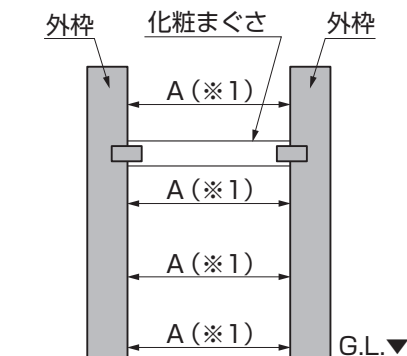
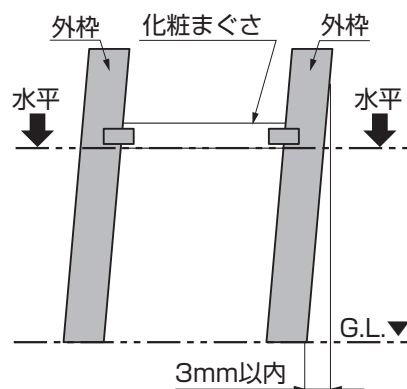

図4-3 外枠内々寸法の測定
図4-4 外枠の倒れと化粧まぐさの水平の測定
- ①外枠の位置出し金具を、化粧まぐさの溝(※2)に差込んで、位置出し金具の下穴(※3)に【25-10】で固定してください。
- ②外枠の垂直を出し、外枠内々寸法Aを確認した上で、シャッター取付用縦部材に【25-11】で固定してください。(図4-2、図4-3参照)
- シャッターの外枠内々寸法(3mm以内の誤差)(※1)を測り、正確に出ているか確認してください。シャッター本体が取付けられなくなったり、シャッターの開閉に支障をおよぼし、製品の取付けがやり直しになるおそれがあります。(図4-3、図4-4参照)
- 外枠の水平・垂直が正確に出ているか確認してください。シャッターの作動不良の原因になったり、ロックがかからなくなるなど、製品の取付けがやり直しになるおそれがあります。(図4-4参照)